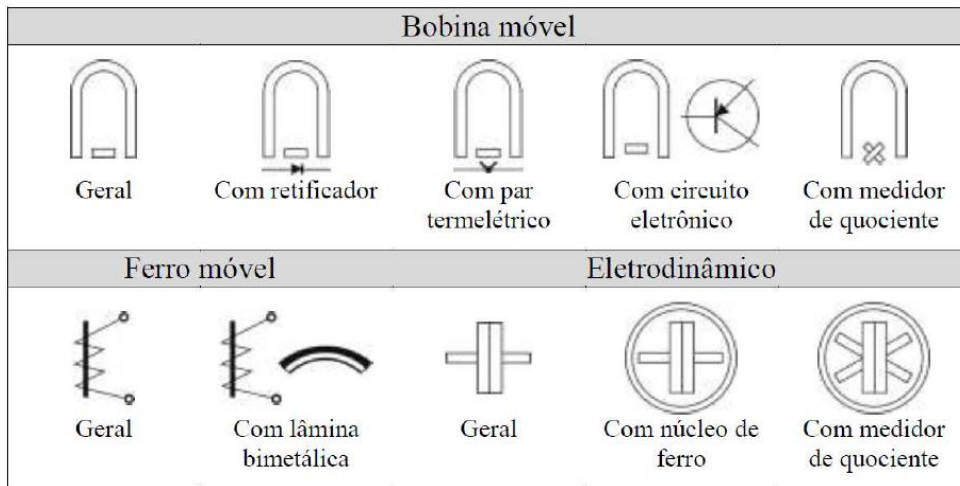

Figura 6.2
- **Tipo de transdutor:** chamados de **galvanômetros**, os mais comuns são bobina móvel, ferro móvel e eletrodinâmico. Os possíveis símbolos para cada tipo são apresentados na Figura 6.2. A diferença entre eles consiste no tipo de instrumento que são aplicados. Bobina móvel são geralmente utilizados como amperímetros, ferro móvel como voltímetros e eletrodinâmicos como wattímetros, por exemplo.